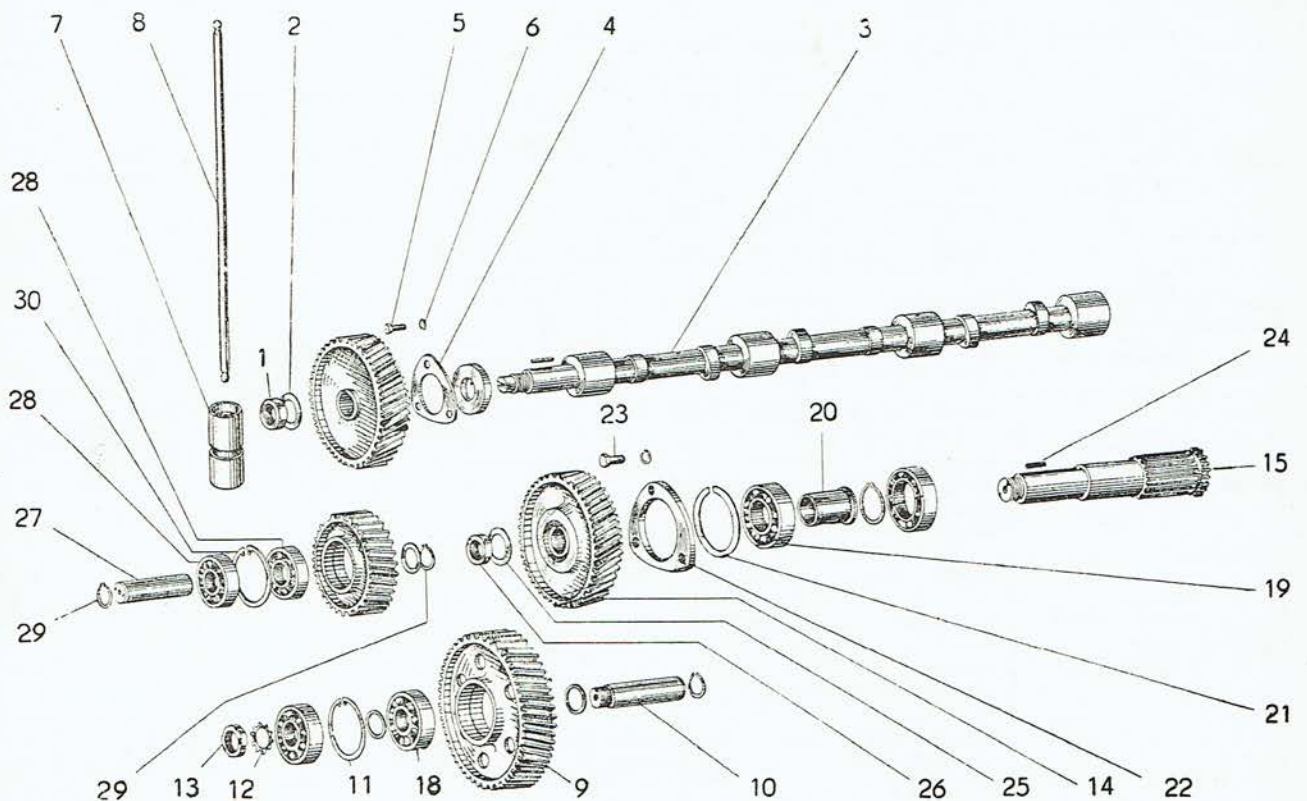

Abb. 82
Das Steuerungsrad ist auf der Nockenwelle auf einer Feder gelagert und mit einer Sicherungsmutter (Abb. 82/1) und Unterlagscheibe (2) gesichert. Die Nockenwelle (3) ist gegen Herausschieben durch eine mit Schrauben (5) gesicherte Beilageplatte (4) und durch Unterlagscheiben (6) gesichert. Auf den Nocken der Nockenwelle sind die Ventilstößel (7) mit den Stoßstangen (8) locker aufgesetzt.
5. Die Mutter M 18×1,5 (Abb. 82/26) ist zu entsichern und von der Antriebswelle der Einspritzpumpe abzuschrauben.
6. Mit Hilfe geeigneter Hebel ist das Steuerungsrad (Abb. 82/14) von der Antriebswelle der Einspritzpumpe abzuziehen. (Achtung auf die Verzahnung.)
7. Die Feder (Abb. 82/24) ist aus der Nute der Antriebswelle der Einspritzpumpe herauszuziehen, drei Schrauben M 8×15 (Abb. 82/23) sind aus der Schelle (Abb. 82/22) auszuschrauben und die Schelle abzunehmen.
9. Mit Hilfe eines geeigneten Dornes ist das vordere Kugellager 6305 N mit Buchse (Abb. 82/19, 20) herauszupressen.
Das obere Zwischenrad (Abb. 82/9) ist auf dem Bolzen (Abb. 82/10) aufmontiert, der in die Vorderwand des Kurbelgehäuses eingepresst ist. Der Bolzen ist innen im Gehäuse mit einem Sicherungsring gesichert.
1. Die Mutter KM 4 (Abb. 82/13) ist zu entsichern und mit einem speziellen Hülsenschlüssel abzuschrauben.
1. Der Sicherungsring (Abb. 82/29) ist zu entsichern.